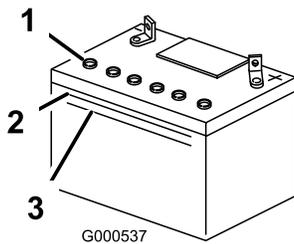

Figura 38
1. Mire hacia el lateral de la batería. El electrolito debe llegar a la línea superior (O). Figura 38 No permita que el electrolito esté por debajo de la línea inferior (Figura 38).
3. Retire los tapones de ventilación de la batería (Figura 38).
4. Vierta lentamente agua destilada en cada célula de la batería hasta que el nivel de electrolito llegue a la línea superior (Figura 38) de la caja de la batería.
5. Espere de cinco a diez minutos después de llenar las células de la batería. Añada agua destilada, si es necesario, hasta que el nivel de electrolito llegue a la línea superior (Figura 38) de la caja de la batería.